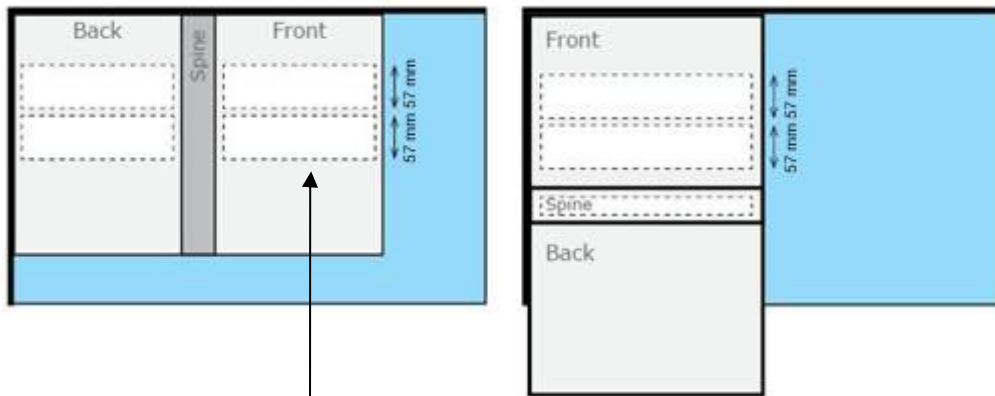

Figure 31: Vertical Spine Orientation (Left) and Horizontal Spine Orientation (Right)
- Cuando una parte de la cubierta se coloca fuera de la mesa de la impresora, la parte no se puede imprimir, por ejemplo. La parte posterior en la orientación horizontal de la columna vertebral que se muestra en la *figure 31* está parcialmente fuera de la mesa de la impresora, por lo que no se puede imprimir en esta orientación.